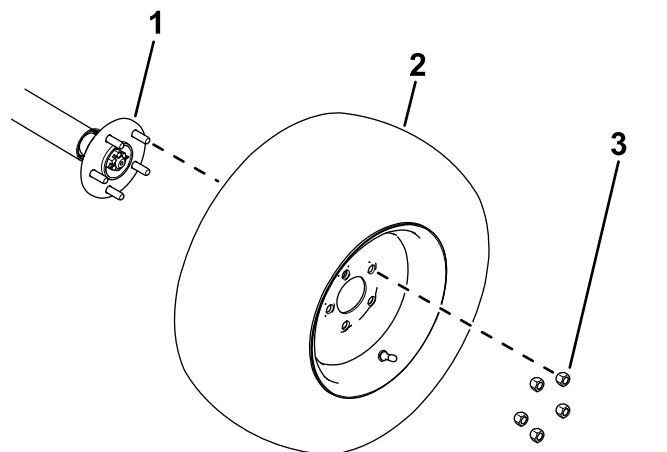

図 4
1. ホイールラグナットをゆるめて外す(図 4)。
2. ホイールをホイールハブから取り外す(図 4)。